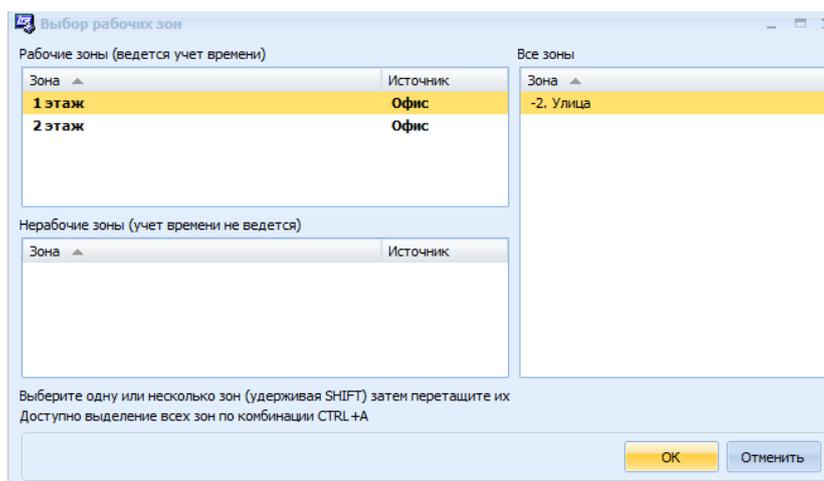

Рис. 6 Окно Выбор рабочих зон
- **Рабочие зоны** – необходимо выбрать зоны, в которых будет считаться рабочее время у сотрудников данного объекта. Для этого нужно нажать кнопку **Изменить**, в результате чего откроется окно **Выбор рабочих зон**, в котором следует перетащить нужные зоны из поля *Все зоны* в поле *Рабочие зоны* и нажать **Ок** (Рис. 6).